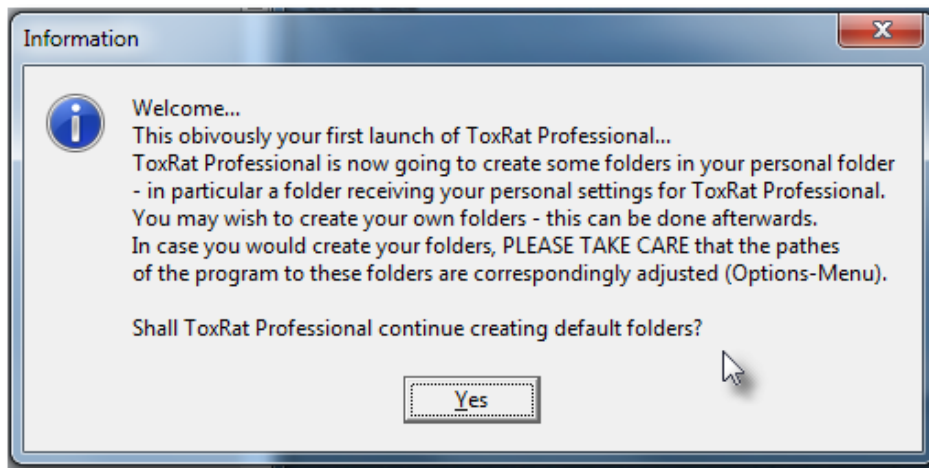

Abbildung 104: Begrüßungsfenster beim ersten Programmstart.
ToxRat setzt die Installation dann fort. Beim ersten Programmstart erscheint der Begrüßungsbildschirm (Abbildung 104) und es werden die folgenden zwei benutzerspezifischen Verzeichnisse angelegt (deshalb muss der Erstaufruf unter dem Benutzernamen des Anwenders erfolgen, der ToxRat später verwenden wird);
- Die **Datei ToxRat.dll**; enthält Reportadresse, Pfad für Settingsdatei, Pfade für mitgelieferte Demo-Workbooks und Masterbooks, Pfade für benutzerspezifische Workbooks und für Reports (siehe oben). Wenn die Datei ToxRat.dll in diesem Verzeichnis nicht existiert, erscheint beim Programmstart das Begrüßungsfenster „Erstaufruf“ (siehe Abbildung 104) und sie wird aus dem Programmverzeichnis hierher kopiert (dann zunächst mit programmseitig eingestellten Pfaden und Verzeichnissen).